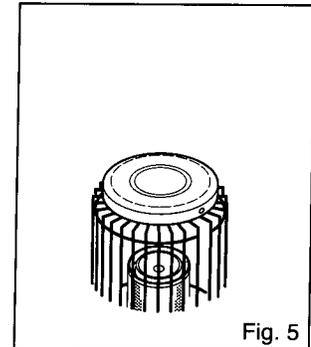

Fig. 5
5. Coloque la placa superior sobre el calefactor con los agujeros del soporte alineados para luego montar la manija como se describe abajo. (Fig. 5)